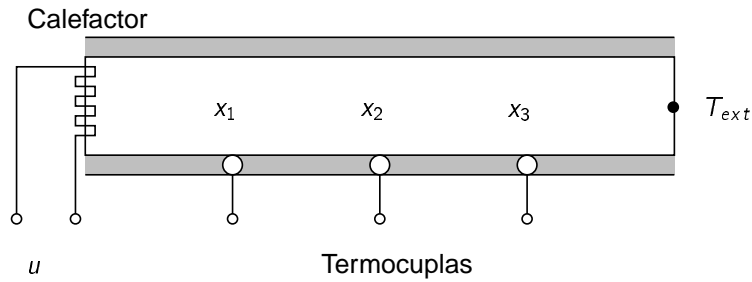

Figura 1: Horno
**Regulación de temperatura de un horno.** La Figura 1 representa un horno, aislado longitudinalmente, pero expuesto a la temperatura ambiente  $T_{ext}$  en un extremo y calefaccionado en el otro extremo  $u$ . El horno posee tres puntos de medición, indicados como “termocuplas”, para sensar las temperaturas en  $x_1$ ,  $x_2$  y  $x_3$ .